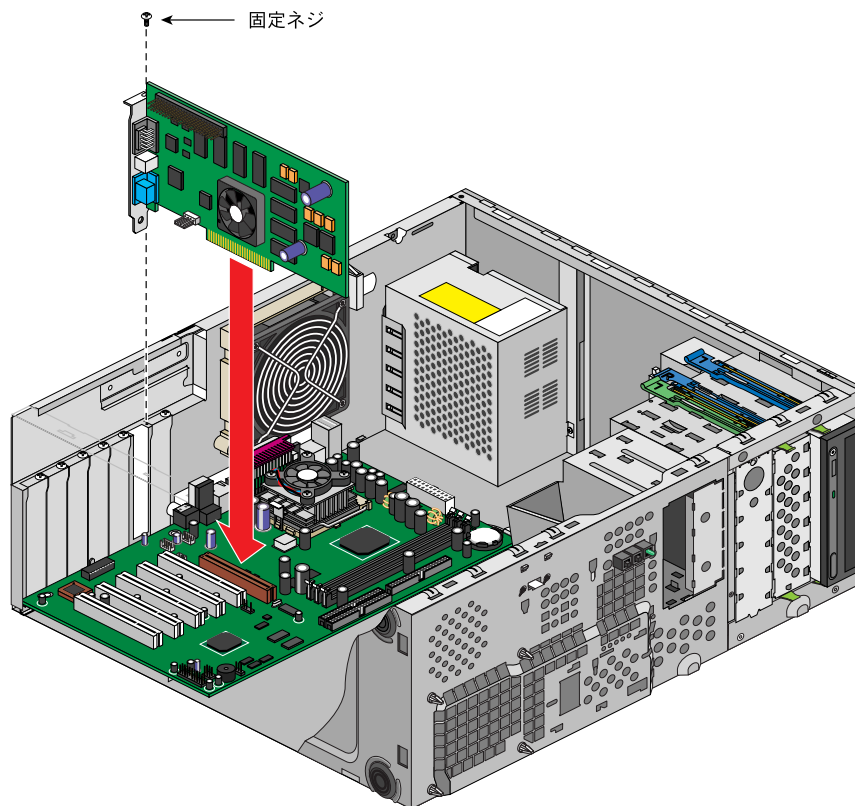

図2-20 拡張カードのインストール
3. カードが正しく装着されるまでコネクタにカードを押しこんで、拡張カードをスロットに挿入します。図2-20に、その手順を示します。
4. 図2-20に示すように、固定ネジをしっかり締めます。